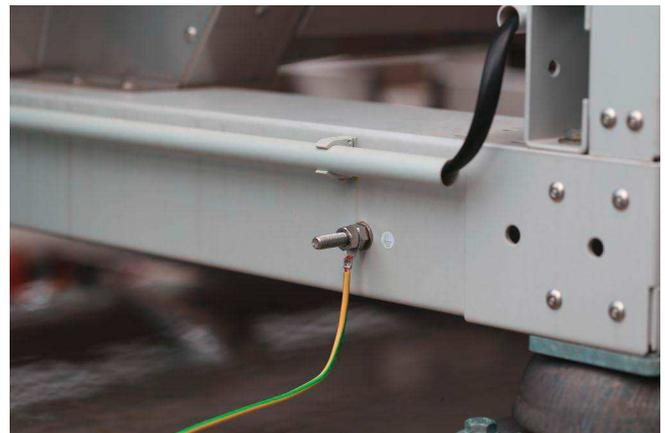

Bild 13: Komponente einer gebäudetechnischen Anlage zur Verwendung bei Gebäuden mit Blitzschutzsystem (Quelle: Dehn SE)
- **Personenschutz:** Der Personenschutz bei elektrisch betriebenen Geräten ist i. d. R. über den mitgeführten Schutzleiter gegeben. Um Berührungsspannung bei einem Blitzschlag zu vermeiden, sollte bei ausgedehnten, berührbaren, metallenen Installationen, bei denen keine Verbindung mit dem Schutzleiter sichergestellt ist, eine elektrisch leitfähige Verbindung dieser Komponenten untereinander und mit dem Schutzleiter hergestellt werden (Potentialausgleich) (Bild 13).